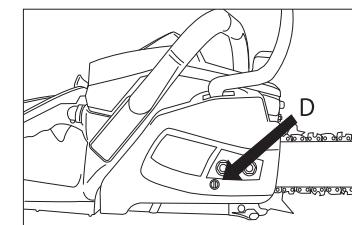

Рис. 11
1. Разхлабете гайки за крепеж на шината (защитен капак заедно със спирачен щит), повърнете регулировъчен винт (D) по часовниковата стрелка, за да намалите натягане на веригата, повърнете регулировъчен винт (D) срещу часовниковата стрелка. Убедете се, че веригата е разположена по цялата периферия на шината (рис. 11).